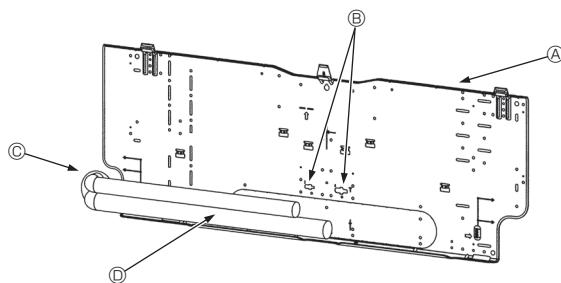

Fig. 3-5
3.3. Ved indbygning af rør i muren (Fig. 3-5)